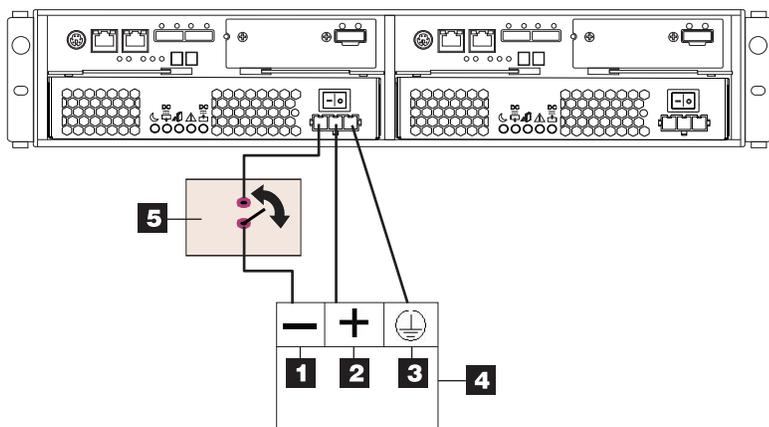

Figura 3-54. Ligação DC do DS3500 ao Dispositivo de Desconexão e Fonte de Alimentação dc
5. Termine de ligar o dispositivo de desconexão ao terminal marcado como -48V da fonte de alimentação dc de safety extra low voltage (SELV) seguramente aterrada. Conecte o fio POS RTN (azul) e o fio de aterramento (verde/amarelo) do cabo de energia dc aos terminais marcados como POS RTN e GND na fonte de alimentação dc, conforme mostrado na Figura 3-54.